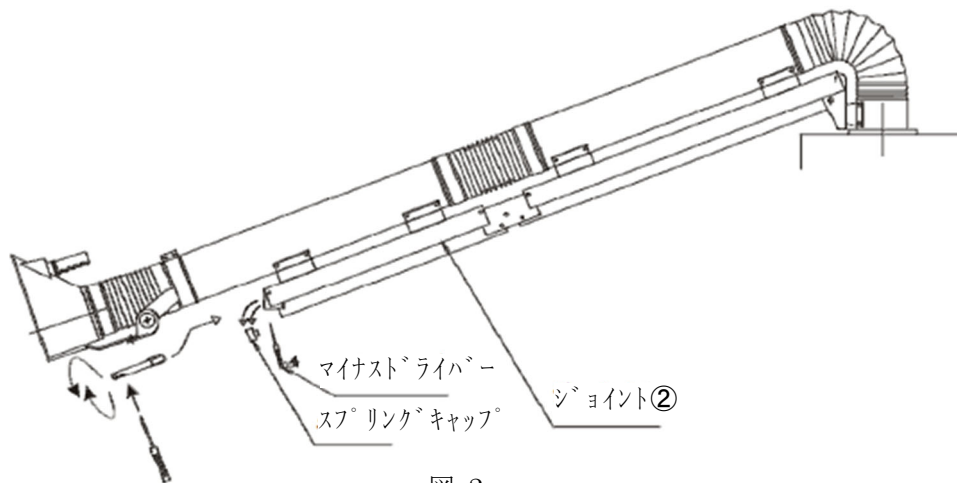

図 2
- ・時計回りに回す事で直線形状（図 2）にする為の力が大きく必要となり、屈曲（図 1）形状にする為の力は軽減されます。
- ・反時計回りに回す事で直線形状（図 2）にする為の力が軽減され、屈曲（図 1）形状にする為の力大きく必要となります。
アームを図 2 のような形状に設定します。